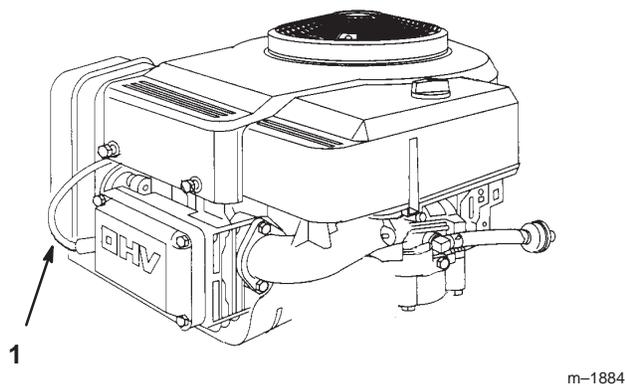

Abbildung 23
3. Das Kabel von der Zündkerze abziehen (Abb. 23). Den Bereich um die Zündkerze herum reinigen, um zu verhindern, daß Schmutz in den Motor fallen und Schäden verursachen kann.
3. Das Kabel auf die Zündkerze drücken (Abb. 23).